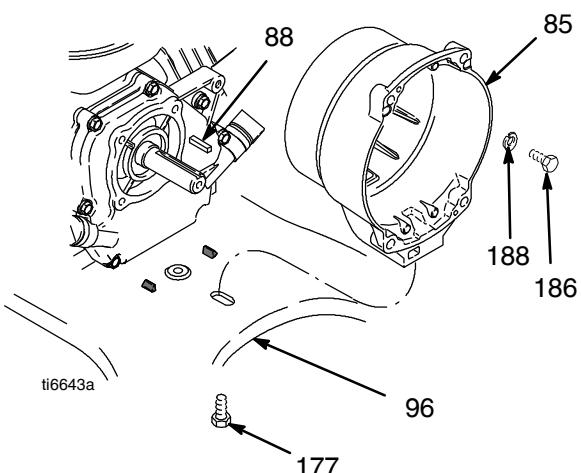

Рис. 10
1. Рис. 10. Отверните четыре винта с круглой головкой (186) с пружинными шайбами (188), которые крепят корпус муфты (85) к двигателю.
2. Отверните винт (177) с нижней стороны монтажной пластины (96).
3. Снимите корпус муфты (85).
1. Рис. 10. Установите корпус муфты (5).
2. Установите четыре винта с круглой головкой (186) с пружинными шайбами (188), и закрепите корпус муфты (85) на двигателе. Затяните с усилием 22,6 Нм.
3. Установите крепежный винт с (177) с нижней стороны монтажной пластины (96). Затяните его усилием в 35,2 Нм.